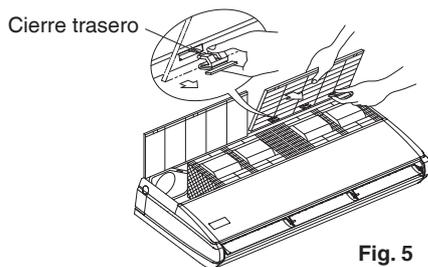

Fig. 5
- Con la rejilla de succión abierta, sujete el cierre situado en la parte posterior de la misma y, simultáneamente, tire de la rejilla de succión hacia delante para retirarla. **(Refiérase a la Fig. 5)**